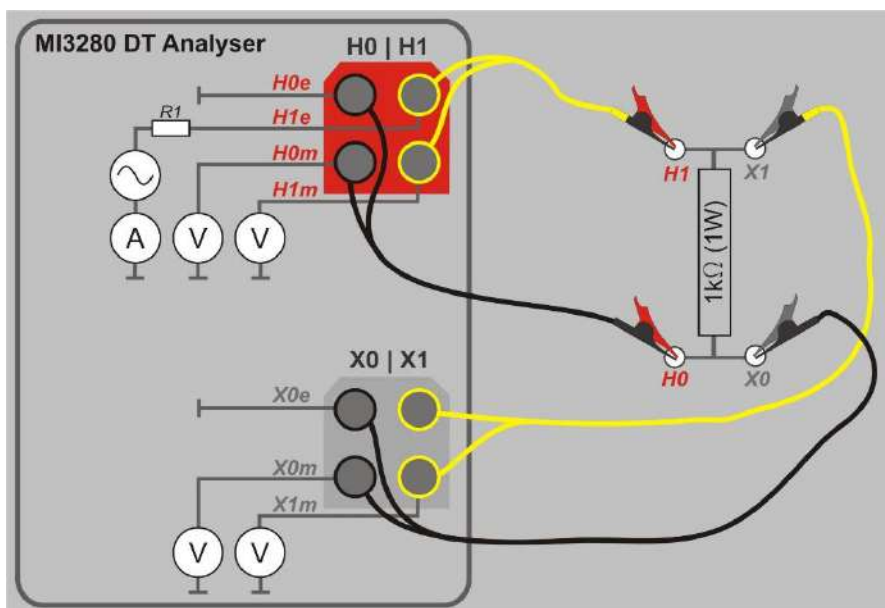

Figura F.1: – Prueba de la precisión del instrumento
Conectar H0 | H1 y X0 | X1 al borne apropiado del analizador TD MI 3280. Conecte la resistencia de referencia de 1 k Ω (1 W) a las puntas H y X como se muestra en la Figura F.1. Elija la medición del ratio de espiras monofásico (r), seleccione el transformador de corriente (TC), como tipo de transformador, seleccione Vex de 10V e inicie la medición. r debería estar entre 0,9978 y 1,0022 si el MI 3280 está funcionando dentro de sus tolerancias. La resistencia es fundamental para el cumplimiento de los criterios de la prueba de conexión.